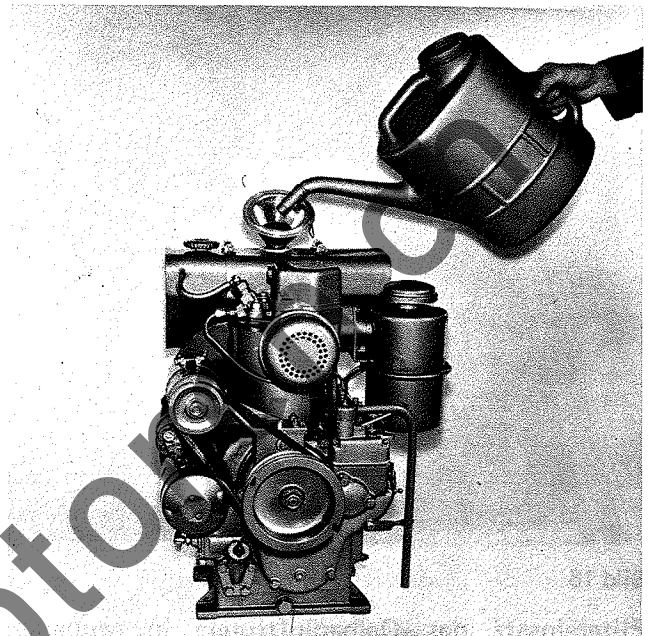

Bild 16
- 1) Kraftstoff auffüllen (siehe Seite 13, Bild 16).
1) Kraftstofftank auffüllen (siehe Seite 13, Bild 16).